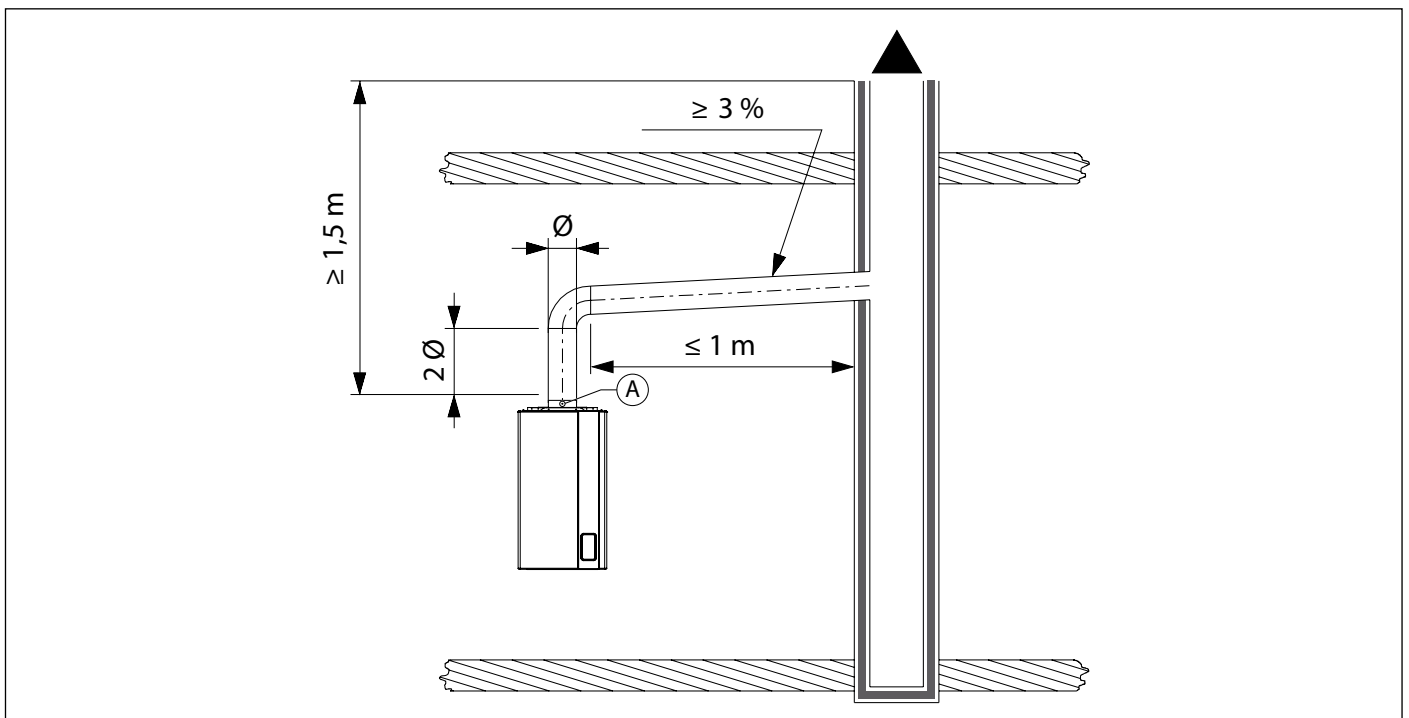

Abb. 4 Abgasanschluss an Schornstein
- die Abgasleitung muss an dem Abgasstutzen der Gastherme befestigt werden, wofür die spezifische Bohrung A verwendet wird (siehe Abb. 4 Abgasanschluss an Schornstein).
- Abb. 4 verdeutlicht die Anforderungen an die Installation der Abgasleitung.